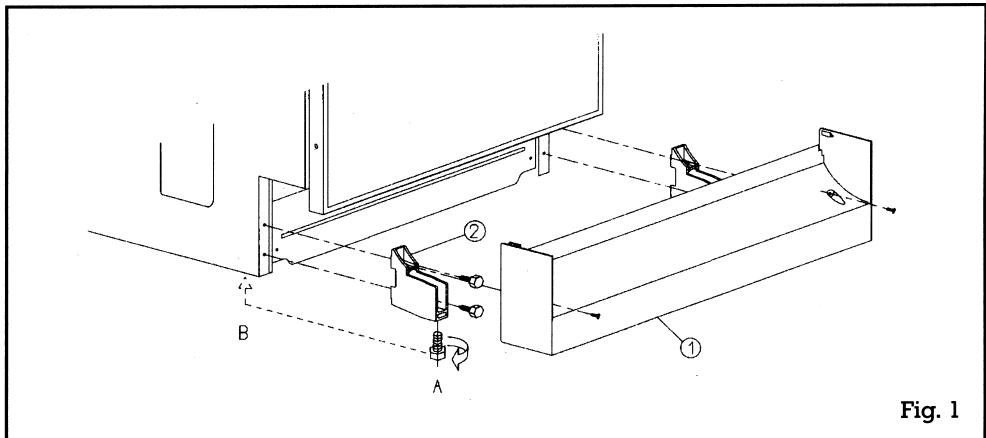

Fig. 1
1º.-Retire la base zócalo (1) y los soportes patas (2) soltando los tornillos (según Fig. 1).